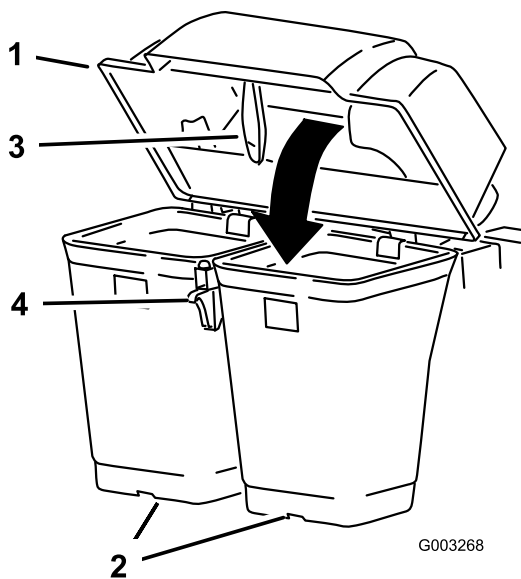
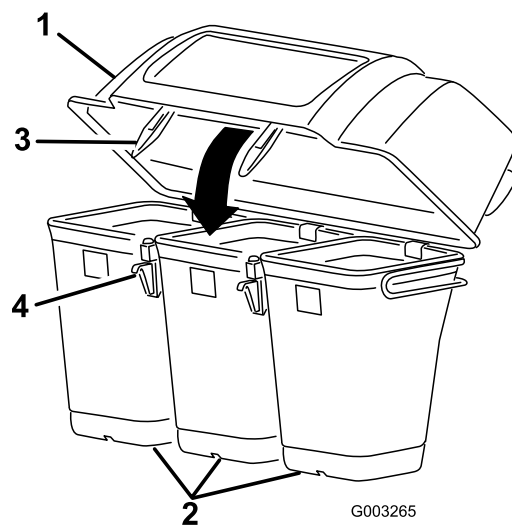

Figure 10
Figure 11
7. Abaissez le capot du système de ramassage sur les bacs (Figure 10 ou Figure 11).